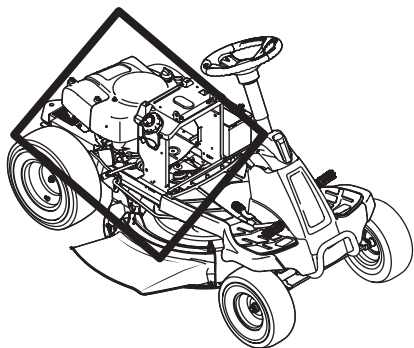

Figura 22
- Limpia bajo el capó. Colector de escape, alrededor de fusibles, todo el cableado y arneses, tubo silenciador, escudo de silenciador, pantallas de admisión del motor y las aletas de refrigeración, etc. (Figura 22).